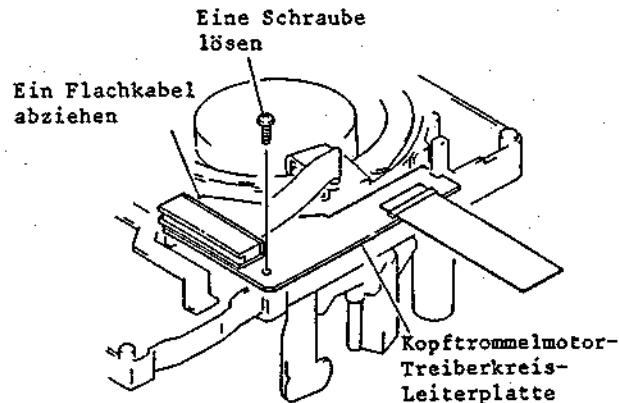

Abb. 2-56 Ausbau der Kopftrommelmotor-Treiberkreis-Leiterplatte
3-11 Ausbau der Kopftrommelmotor-Treiberkreis-Leiterplatte (Abb. 2-56)
2. Ein (1) Flachkabel (CN51) abziehen (siehe Abb. 2-56).
3. Eine (1) Befestigungsschraube der Kopftrommelmotor-Treiberkreis-Leiterplatte lösen.